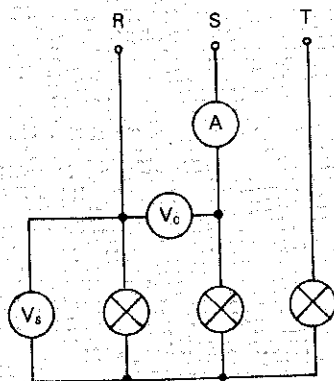

Figura 15.26
Ahora consigue tres lámparas incandescentes de 60 W a 127 V y conéctalas en estrella a una red trifásica de 220 V entre fases. Conecta un voltímetro entre las fases ( $V_c$ ) y otro entre los bornes de una de las lámparas ( $V_s$ ) con el objeto de medir la tensión compuesta y simple, respectivamente. Conecta también un amperímetro (A) en una de las líneas para comprobar el valor de la corriente de línea y de fase (Figura 15.26).